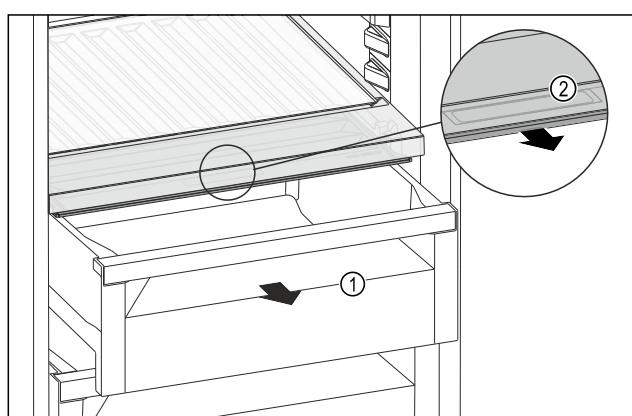

Fig. 149
- Schubfach Fig. 149 (1) herausziehen.
- Griffmulde Fig. 149 (2) am Fachdeckel anfassen und Fachdeckel gleichzeitig nach vorne ziehen.